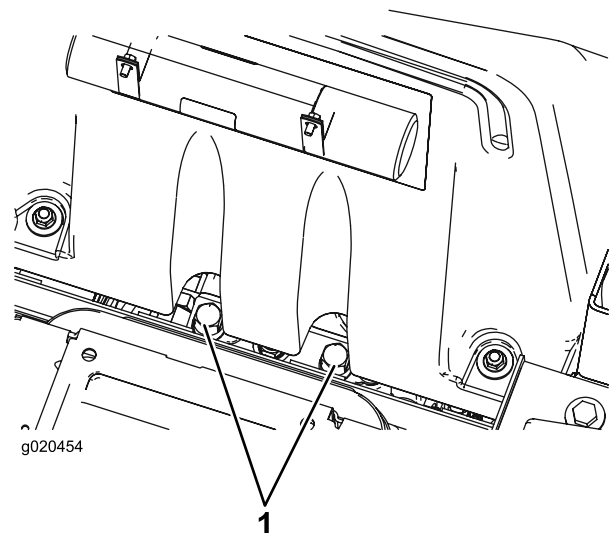

Figura 55
1. Levante o assento. As válvulas de derivação encontram-se sob a dianteira do depósito de combustível (Figura 55).